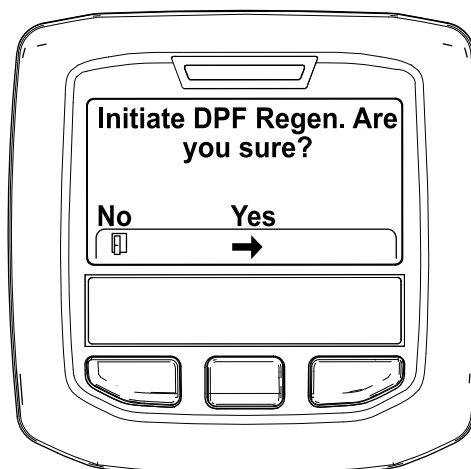

Figura 43
4. Quando surge a mensagem "Initiate DPF Regen. Are you sure?" (Iniciar Regen. DFP. Tem a certeza?), prima o botão central (Figura 43).